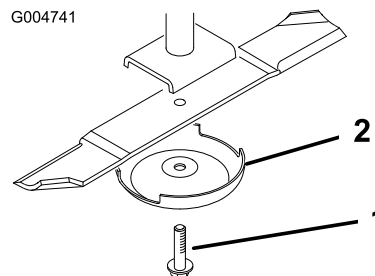

Figura 29
3. Retire o parafuso da lâmina, o recipiente antidanos e lâmina do eixo (Figura 29).